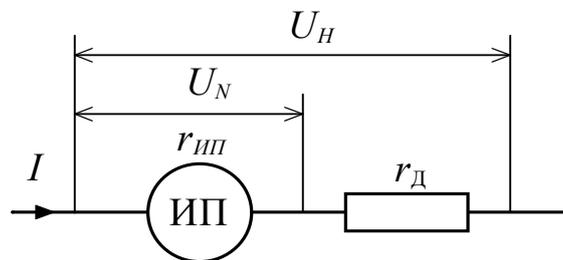

Рис. 2. Схема включения измерительного механизма с добавочным сопротивлением
4. Схема включения измерительного механизма с добавочным сопротивлением (рис. 2) и вывод формулы r_D .